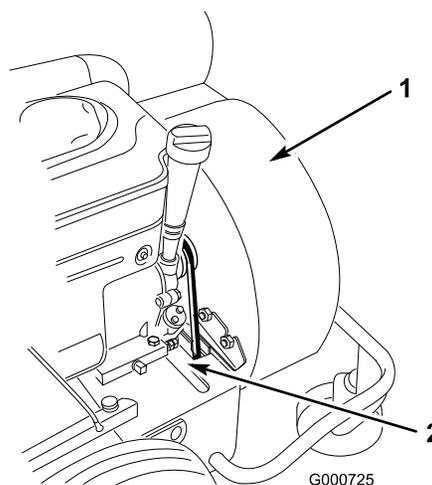

Figure 36
- Faites passer la courroie sur la poulie et dans l'ouverture (Figure 36).